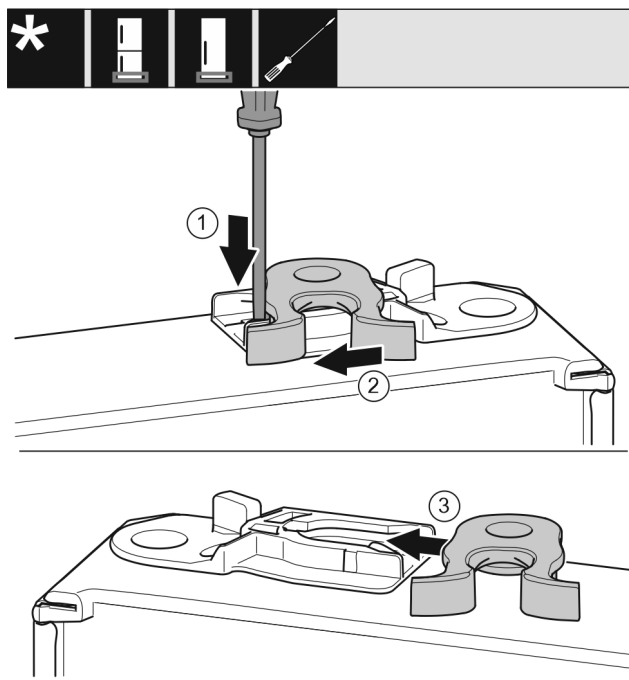

Fig. 18
- Nyomja le a fedőlemezt Fig. 18 (1) lapos csavarhúzóval.
- Húzza ki a záróhorgot Fig. 18 (2) a vezetősínből.
- Tolja be a záróhorgot Fig. 18 (3) a másik oldalon lévő vezetősínbe.